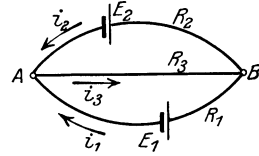

Abb. 30. Zum II. Kirchhoffschen Gesetz.
92. Zwei Elemente, deren elektromotorische Kräfte  $E_1$  und  $E_2$  sind, werden, wie es die Abb. 30 zeigt, gegeneinandergeschaltet. Der Widerstand von  $AE_1B$  sei  $R_1$ , der von  $AE_2B$  sei  $R_2$  und der von  $AB = R_3$ . Wie groß sind die Ströme  $i_1, i_2, i_3$ ?
Das Minuszeichen sagt, daß der Strom  $i_2$  entgegengesetzt der Richtung des in Abb. 30 eingezeichneten Pfeiles fließt.
**94.** Es sei in Abb. 30  $E_2$  ein sogenanntes Normalelement von 1,43 V EMK,  $E_1$  eine Batterie von 4 Akkumulatorenzellen von je 2 V. Wie groß muß  $R_1$  gemacht werden, wenn  $i_3 = 0,1$  [0,5] A und  $i_2 = 0$  werden soll?
Lösung: Wenn  $i_2 = 0$ , so herrscht zwischen A und B (Abb. 30) die Spannung  $E_2$ , also muß  $\frac{E_2}{R_3} = 0,1$  sein, woraus
Zu b): Beim Brennen der Lampen gilt die durch Abb. 30 dargestellte Stromverzweigung; in die Gl IV, V und VI hat man einzusetzen  $E_1 = 6$  V,  $R_1 = 0,1 \Omega$ ,  $E_2 = 8$  V,  $R_2 = 72 \Omega$ .  $R_3 = 4 \Omega$  und erhält als Entladestromstärke der Akkulatoren-batterie